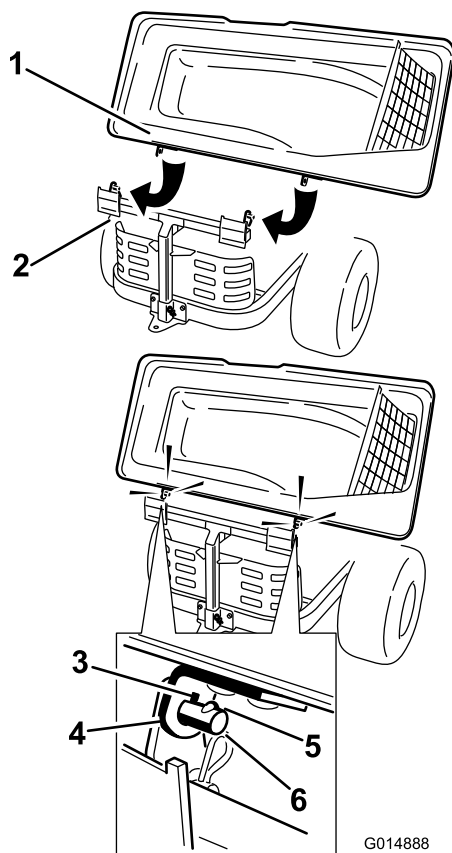

Figura 16
2. Gire la tapa del ensacador para alinear los orificios de los soportes de la tapa del ensacador con las clavijas de los bulones del bastidor del ensacador (Figura 16).